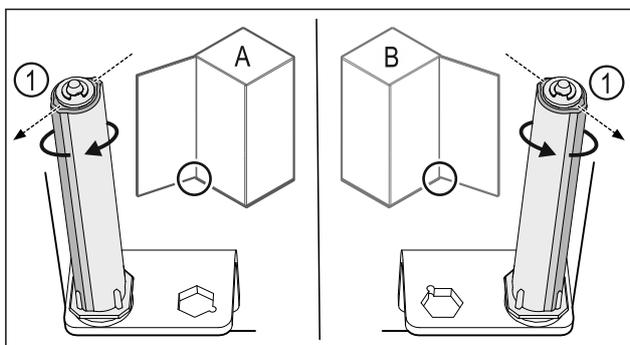

Fig. 34 Battuta a sinistra (A) / battuta a destra (B)
- Ruotare il sistema di chiusura contro la resistenza fino a quando la sporgenza del sistema di chiusura Fig. 34 (1) non è rivolta verso l'esterno.